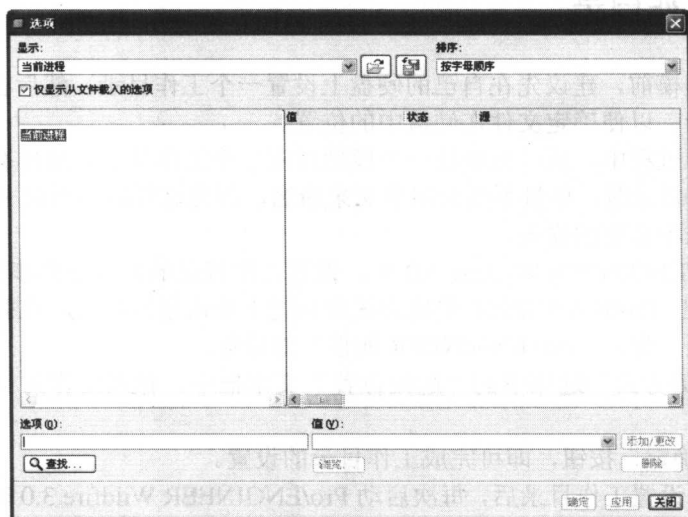

图 1-1 “选项”对话框
(1) 单击“工具”|“选项”命令,弹出“选项”对话框,如图 1-1 所示。